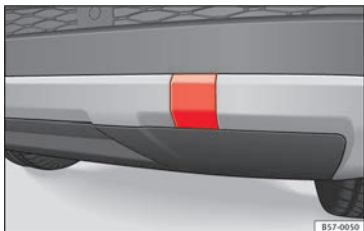

Abb. 100 Auf der rechten Seite des hinteren Stoßfängers: Abdeckung entfernen.
Die Abschleppöse wird in die hinter einer Abdeckung auf der rechten Seite des hinteren Stoßfängers befindliche Aufnahme eingeschraubt » **Abb. 100**. Die *serienmäßig mit einer Anhängervorrichtung* ausgestatteten Fahrzeuge verfügen **nicht** über eine Aufnahme für
- Drücken Sie auf den oberen Bereich der Abdeckung » **Abb. 100** und klinken Sie diese aus.